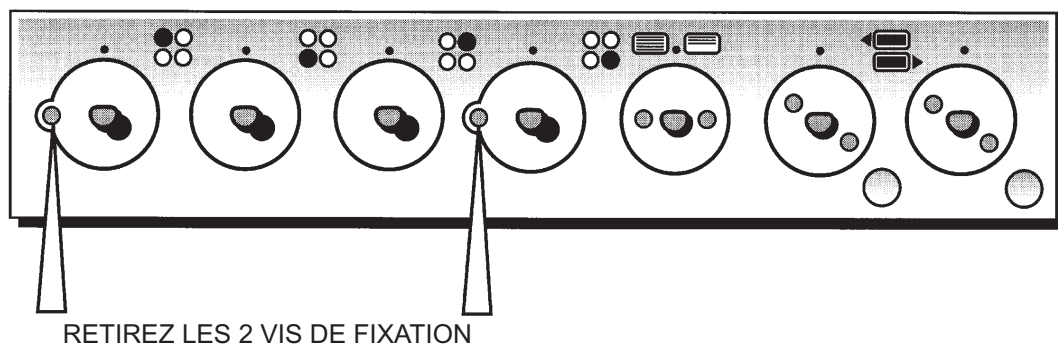

Fig. 8
- c) Retirez les deux vis du panneau de contrôle (une du côté gauche, et une au centre). (Voir fig. 8).
Retirez les deux vis du panneau de contrôle (une du côté gauche, et une au centre (Voir Fig. 8)).